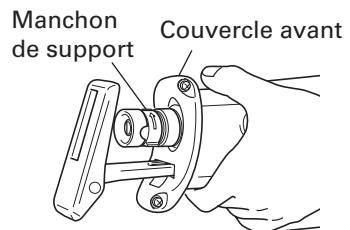

Fig. 2
(1) Actionner la gâchette plusieurs fois de suite de façon que le manchon de support sorte complètement du couvercle avant. Ensuite, couper l'interrupteur et débrancher le cordon d'alimentation. (Fig. 2)
- (1) Actionner la gâchette plusieurs fois de suite de façon que le manchon de support sorte complètement du couvercle avant. Ensuite, couper l'interrupteur et débrancher le cordon d'alimentation. (Fig. 2)